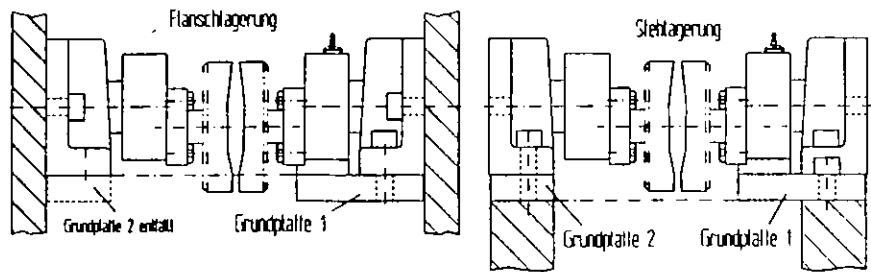

Abb. 5
- Meßeinrichtung als Stehlager oder Flanschlager am Maschinenrahmen befestigen (Abb. 5). Bei Anordnung als Flanschlager entfällt Grundplatte (2). Grundplatten (1 u. 2) horizontal anordnen.